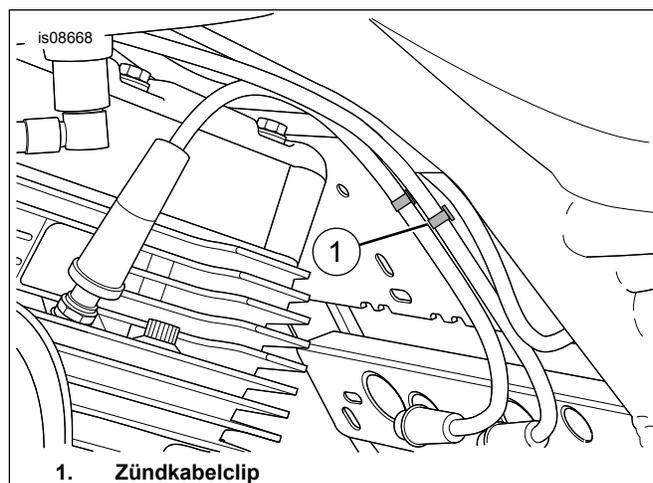

Abbildung 3. Zündkabelclip
4. Siehe Abbildung 3 >. Den Zündkabelclip (1) entfernen.